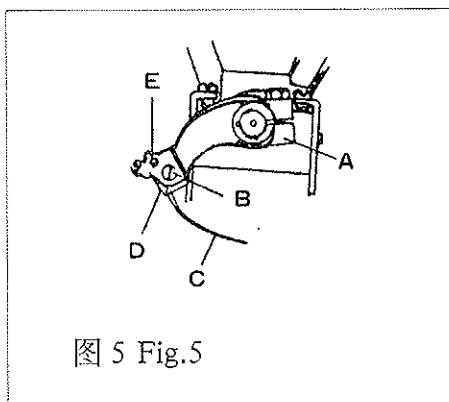

图 5 Fig.5
4. 机针调换方法(图 5)
4. Needle replacement(Fig.5)